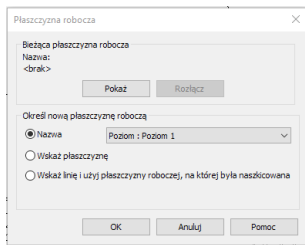
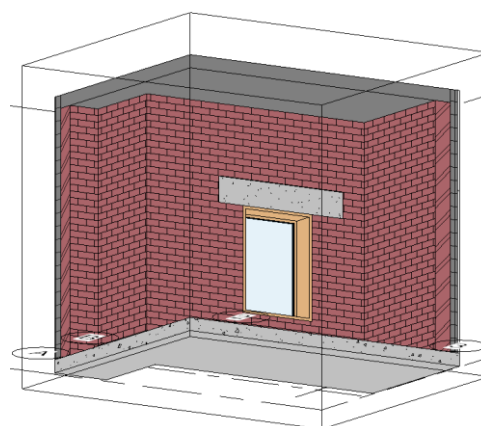

Rys. 16.7 Sytuacja wyjściowa – rzut w dół o nazwie Poziom 1 – wystąpienie rodziny okna wstawione w ścianę wielowarstwową
Rys. 16.15 Komunikat dotyczący przenikania się geometrii, gdzie jeden z elementów jest całkowicie wewnątrz drugiego
Wstawienie elementów takich jak nadproża będzie potrzebne w ścianach murowanych nad oknami i drzwiami. Jednak w *Autodesk Revit* nie istnieje osobna kategoria tego typu elementów. Trzeba posłużyć się elementami z kategorii **Ramy konstrukcyjne**. Przed rozpoczęciem modelowania warto sprawdzić jakie rodziny z tej kategorii są dostępne w projekcie (szablone projektu). W tym przykładzie pokazano wstawienie belki z rodziny **Prostokątna-belka-betonowa_M** nad uprzednio wstawionym oknem z rodziny **M_Stałe** w ścianę wielowarstwową. W chmurze Autodesk (narzędzie **Wczytaj rodzinę Autodesk**) znajduje się oczywiście zdecydowanie więcej rodzin, które użytkownik może wykorzystać. Sytuację wyjściową przedstawiono na Rys. 16.7 oraz Rys. 16.8.
Ostatnia czynność to wsunięcie belki do warstwy konstrukcyjnej ściany. Jeśli użytkownik spróbuje to zrobić narzędziem Przesuń (MV) i wsunie cały gabaryt belki do ściany, może pojawić się komunikat jak na Rys. 16.15 (bardzo często spotykany w pracy z programem). Idąc dalej, jeśli zostanie on zignorowany (przycisk OK), to w dalszym ciągu belka będzie znajdować się całkowicie wewnątrz ściany – nie można zostawić takiej sytuacji bez rozwiązania, ponieważ uczyni to model niewłaściwym do dalszych prac na bardziej zaawansowanych etapach (szczególnie w trakcie przygotowywania przedmiarów oraz prefabrykacji elementów). Aby rozwiązać powyższy problem, dość intuicyjnym rozwiązaniem wydaje się wykorzystanie narzędzie **Dołącz geometrię (DG)**. W tym przypadku okaże się jednak, że belka jest już dołączona do ściany, więc należy wykorzystać narzędzie **Przełącz kolejność połączeń (PK)**, które znajduje się w tym samym miejscu co **Dołącz geometrię**, jednak konieczne jest kliknięcie symbolu listy rozwijanej (czarny trójkąt) obok przycisku tego narzędzia. Po wywołaniu narzędzia należy po kolei kliknąć elementy, których połączenie chce się zmienić, pomagając sobie klawiszem **TAB** w znalezieniu belki w murze. Efekt końcowy można zaobserwować na Rys. 16.6 i Rys. 16.7.